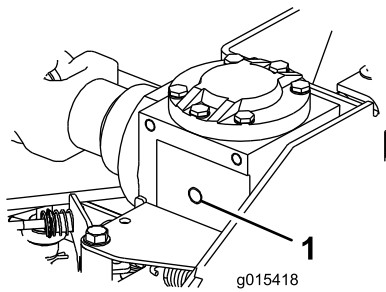

Bild 7
2. Entfernen Sie den Stopfen aus der Einfüllöffnung des Getriebes und prüfen Sie den Ölstand (Bild 7).